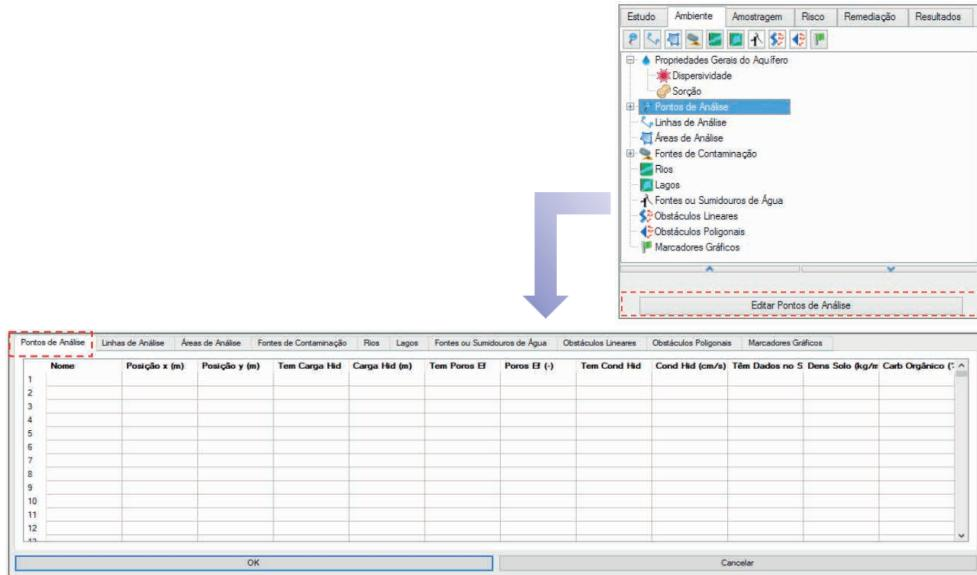

Figura 2.49 Inserção dos Pontos de Análise por meio de tabelas.
- Editar Pontos de Análise: outra maneira é clicando sobre a opção *Pontos de Análise*, em que aparecerá no painel de edição o botão “*Editar Pontos de Análise*”. Clicando sobre ele abrirá uma planilha na qual é possível colocar as características do ponto (Figura 2.49).